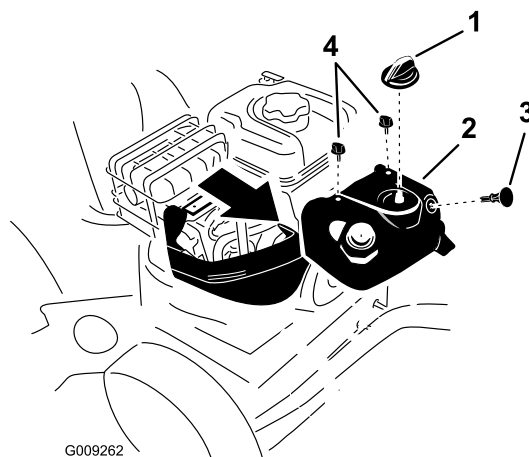

Figure 56
Remarque: Vous devez retirer le capot anti-neige supérieur pour accéder à la bougie d'allumage (Figure 56).
1. Enlevez la commande de starter et la clé de contact (Figure 56).
2. Enlevez les 2 vis qui fixent le capot anti-neige à la machine (Figure 56).